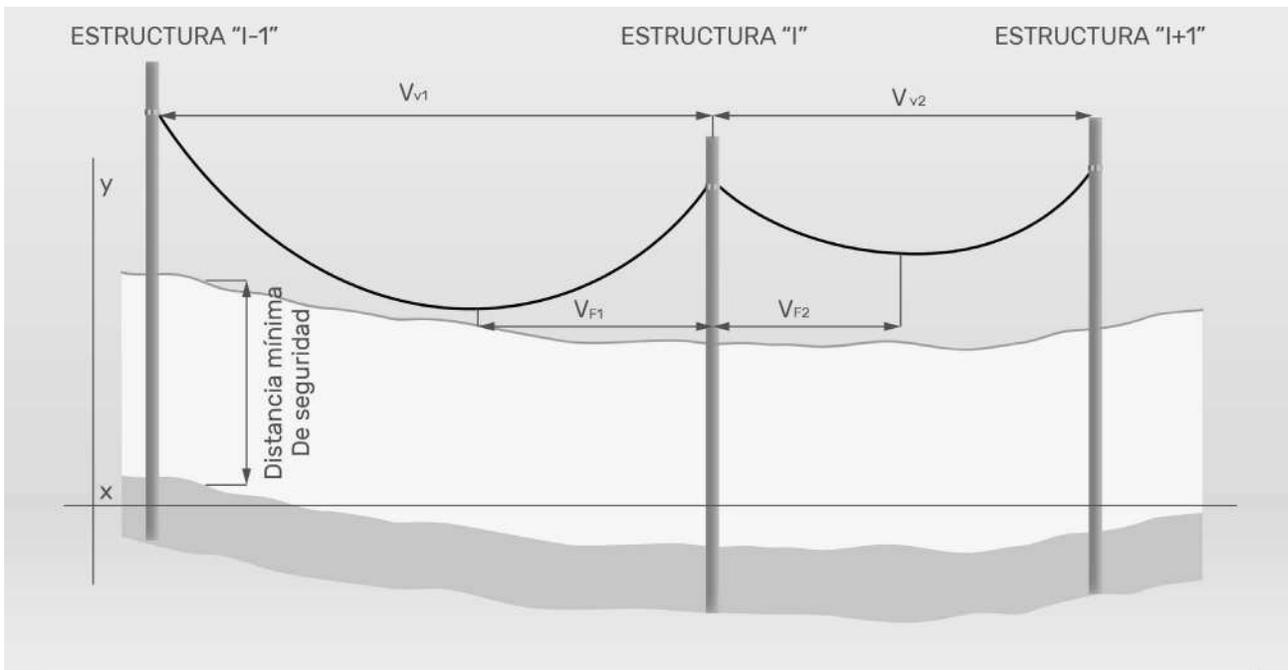

Figura 4.
• **Relieve del terreno:** Otro factor importante a considerar es la topografía del terreno (figura 4), generalmente en una estructura de tendido de un cable existen pendientes del terreno que obligan a colocar los postes a diferente altura, dando como resultado diferentes longitudes de vano.